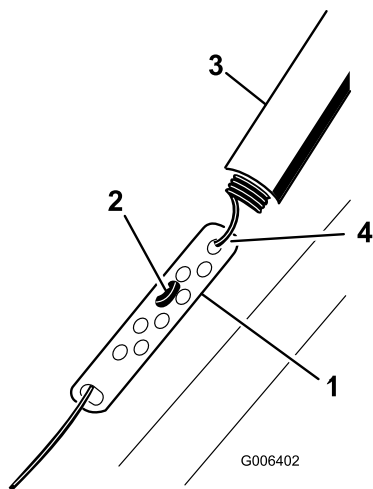

Figure 25
1. Remontez la protection du ressort et décrochez le ressort de la bielle de réglage (Figure 25).